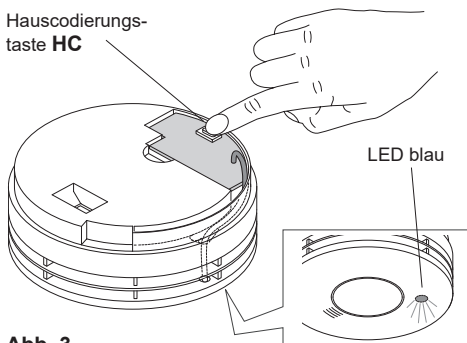

Abb. 3
1. Drücken Sie die Hauscodierungstaste HC am Modul, und halten Sie diese gedrückt, bis die blaue LED im Gehäuse aufleuchtet (siehe Abbildung 3). Lassen Sie dann sofort die Taste los, woraufhin die blaue LED in rascher Folge blinkt, bevor sie erlischt.